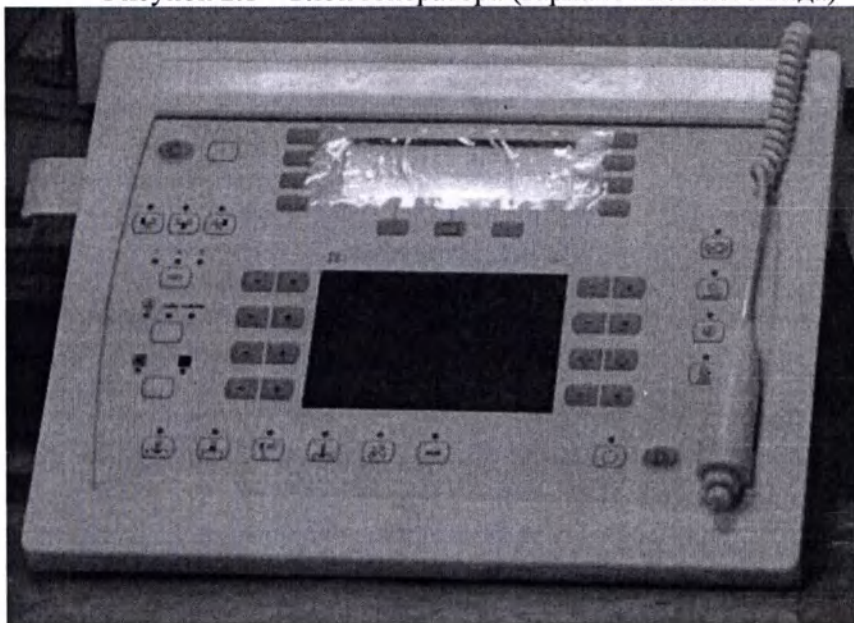

Рисунок 2.2 – Пульт управления с кнопкой экспозиции (вариант внешнего вида)
- пультом управления РПУ (Рисунок 2.2);
- кнопкой экспозиции (Рисунок 2.2).